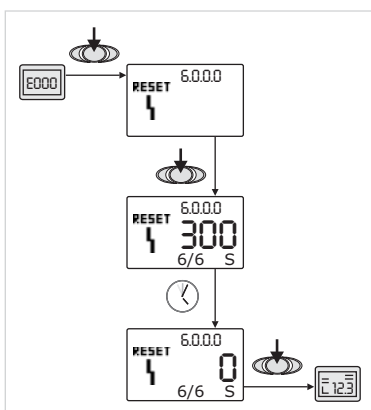

Fig. 46: Confirmar o tipo de avaria B (X = Y)
- Se a avaria ocorrer o mesmo nº de vezes que o nº máximo permitido (Fig. 46):